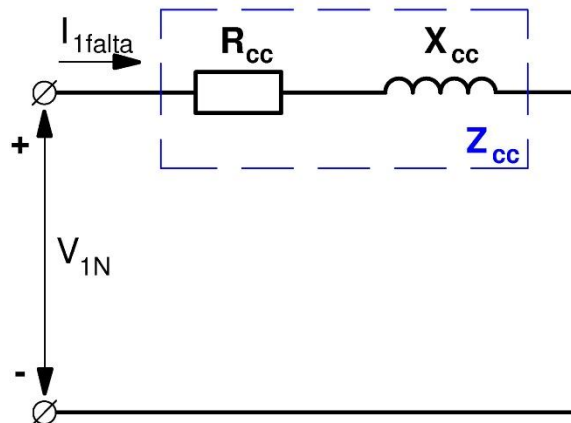

Fig. 5: Circuito equivalente de una fase del transformador durante la falta de cortocircuito
- c) En el caso de producirse un cortocircuito en bornes del secundario del transformador, estando el primario conectado a su tensión asignada V_{1N} , aparece una corriente que en régimen permanente tiene un valor varias veces superior a la asignada. Dado que la corriente de vacío I_{0L} nunca supera el 8% de I_{1N} , se tiene que en esta situación la corriente de vacío es totalmente despreciable frente a la corriente del primario y el circuito equivalente de una fase del transformador durante el cortocircuito queda como se indica en la Fig. 5.
De la Fig. 5, aplicando la Ley de Ohm, se deduce que